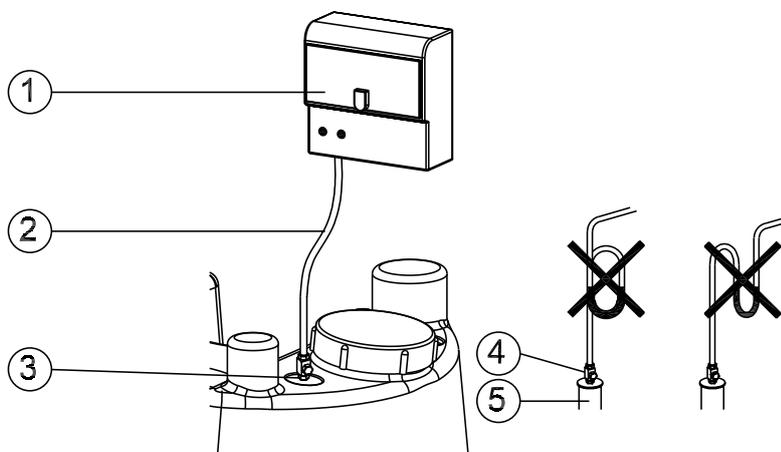

Figura 13 Installazione della linea di controllo (manicetta in plastica)
**ATTENZIONE** *L'unità di controllo stessa (1) dev'essere installata al di sopra del possibile livello di allagamento, in maniera tale che la linea di controllo (2) segua un percorso continuamente ascendente rispetto ad esso.*
La linea di controllo (2) segue un percorso continuamente ascendente come mostrato nella figura 13.